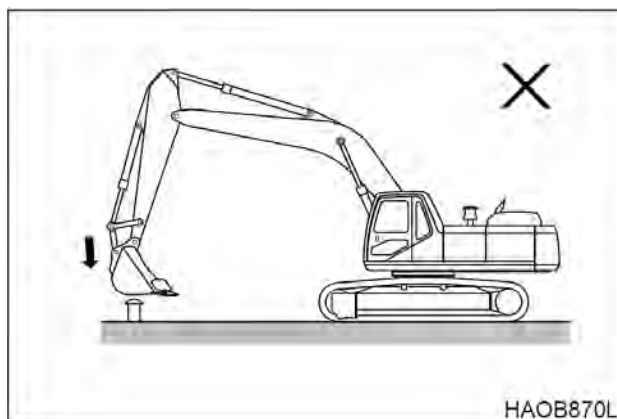

Рис. 61
13. ЗАПРЕЩАЕТСЯ использовать ковш в качестве молота или трамбовочного приспособления. Это опасно и приводит к повреждению переднего навесного оборудования. См. рис. 61.